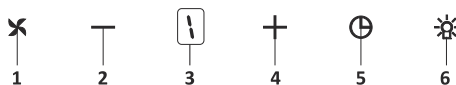

Fig. 15: Pulsante 5 Spd Dig
1. ➤ Premere questo tasto per accendere il prodotto. Fig. 15
2. ➤ Premere questo pulsante per ridurre la velocità del motore. Fig. 15
3. ➤ Dig display (display digitale) È possibile seguire la velocità in cui il prodotto è attualmente in funzione su questo display. Fig. 15
4. ➤ Premere questo pulsante per aumentare la velocità del motore. Fig. 15
5. ➤ Quando il tasto timer viene premuto, viene attivata una funzione timer di 15-minuti; il display emette un segnale quando parte il timer e il motore si arresta automaticamente dopo 15 minuti. Fig. 15
6. ➤ Premere il pulsante per accendere e spegnere la lampada. Fig. 15